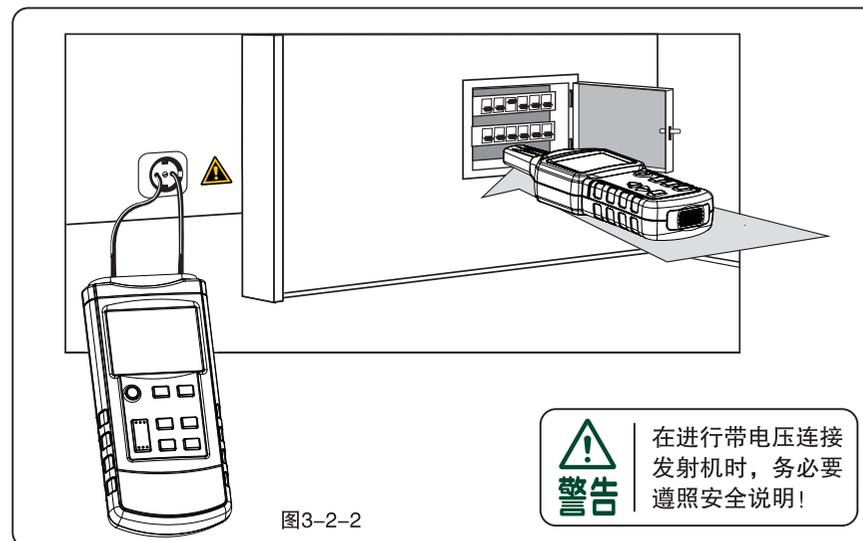

图3-2-2
在多住户宅楼中，用任一家的插座的L和N馈入发射机信号(如图3-2-2所示)，并将发射机的发射功率设置到合适的等级。
- 按照图3-2-2所示连接发射机；